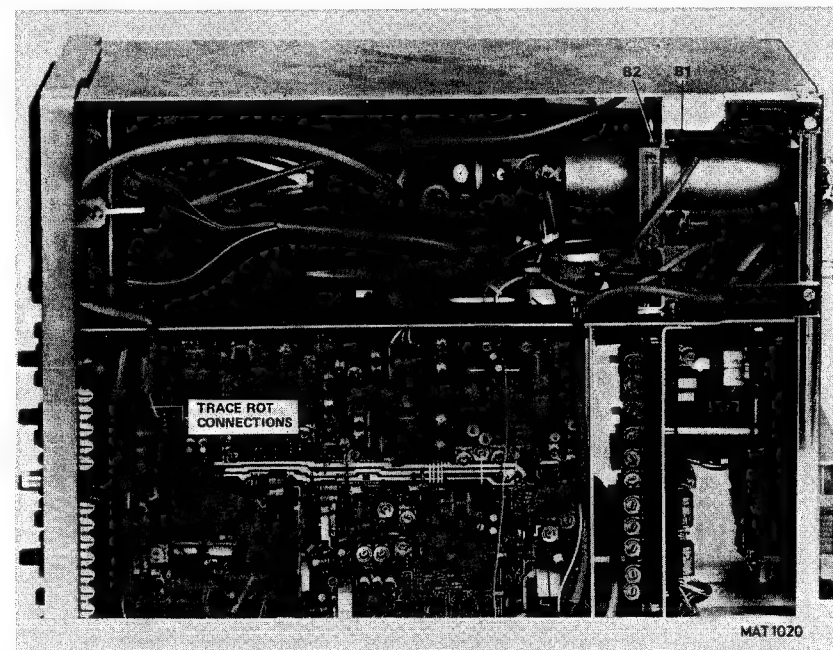

Fig. 6.11.
- Disconnect the trace rotation cable fig. 6.11.
- Loosen 2 screws B fig. 6.11.